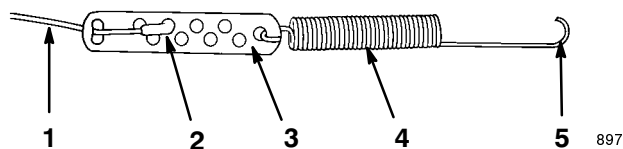

Figure 6
2. Accrochez le ressort au trou rond à l'extrémité du dispositif de réglage du câble (Fig. 6).
3. Faites passer le câble dans le trou allongé du dispositif de réglage (Fig. 6).
4. Insérez le raccord en Z à l'extrémité du câble dans le troisième trou du dispositif de réglage du câble (Fig. 6).